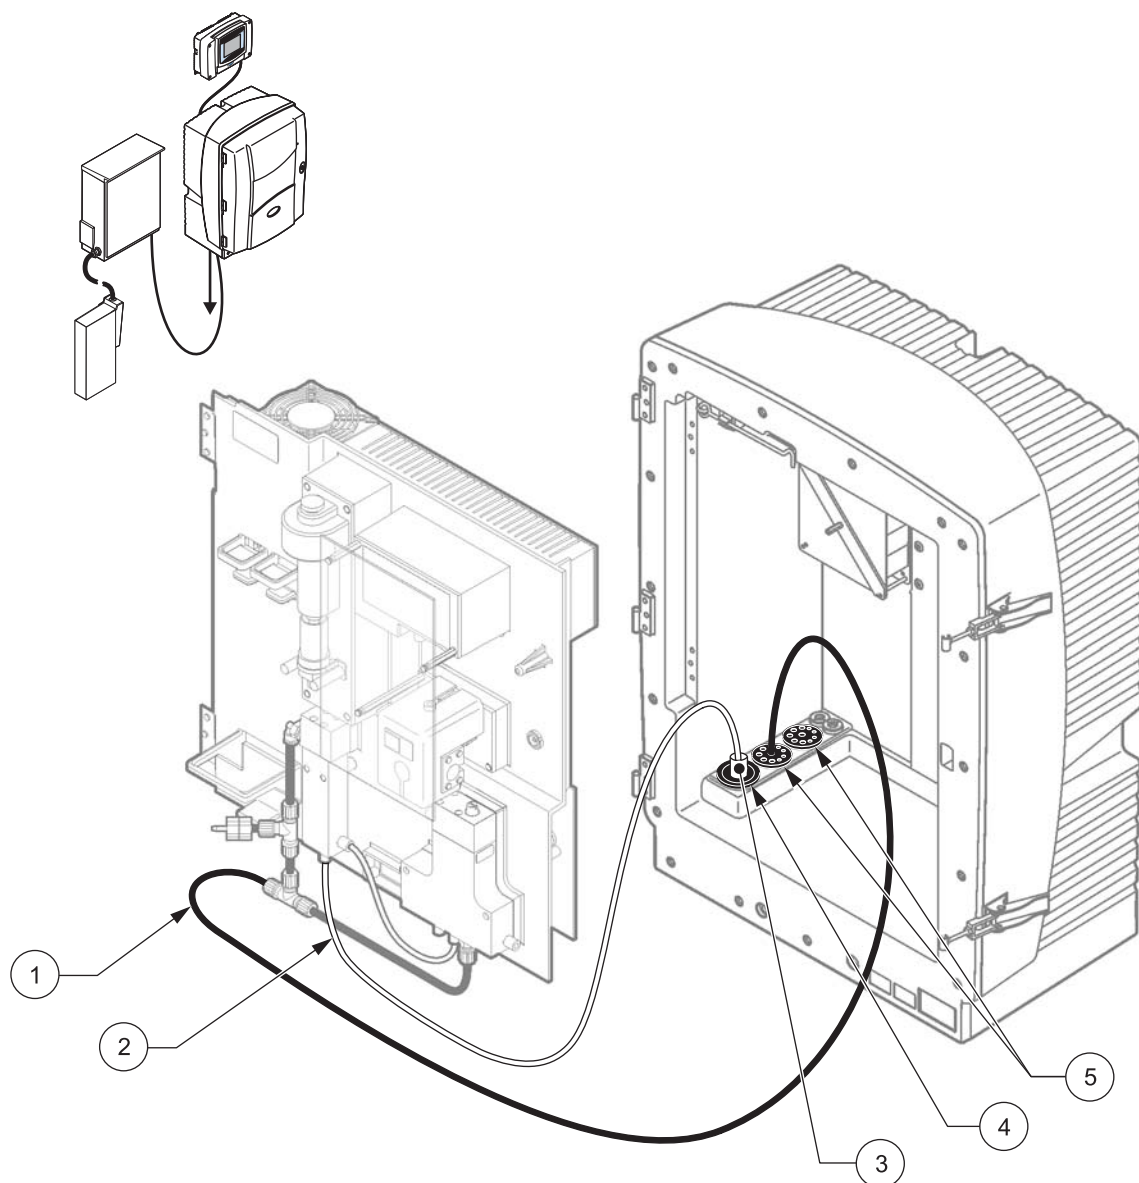

图 29 选项 8a 设置
请参考图 29 以及选项 8a 的以下说明：
2. 通过分析器开口从 FILTRAX 引出加热的软管（图 29，项目 3）。使用 1 号密封塞加固。